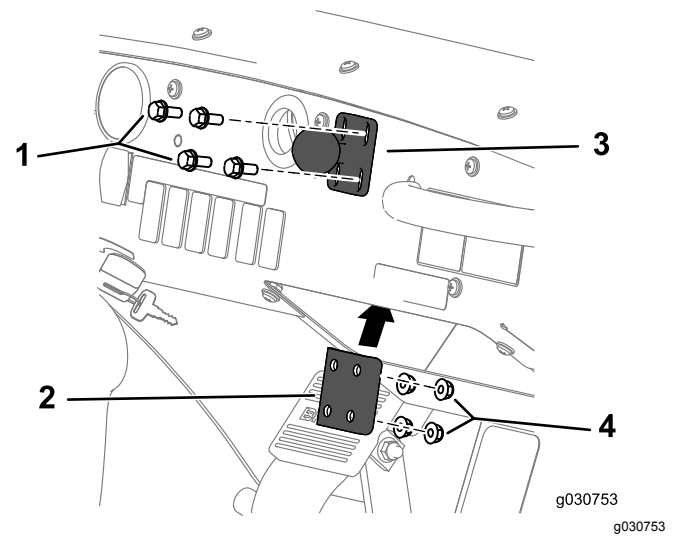

图 158
1. 如 图 158 所示用 1 个螺栓 $\frac{1}{4} \times 1\frac{1}{2}$ 英寸、加劲板和凸缘锁紧螺母 $\frac{1}{4}$ 英寸将球形枢轴安装支架组装到仪表板上。